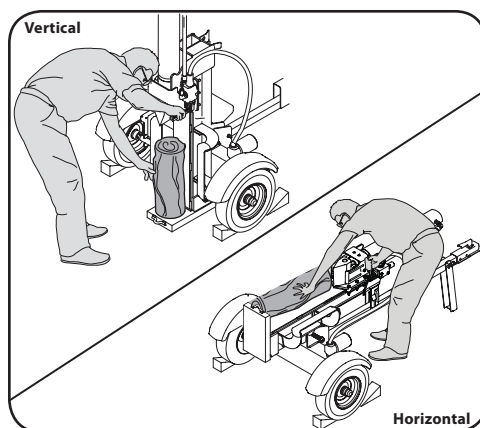

Figura 4-1
2. Trabe las dos ruedas por delante y por detrás. Vea la Figura 4-1.
3. Para estabilizar el tronco, coloque la mano izquierda en el costado del tronco que está frente a la viga como se indica en la Figura 4-1.